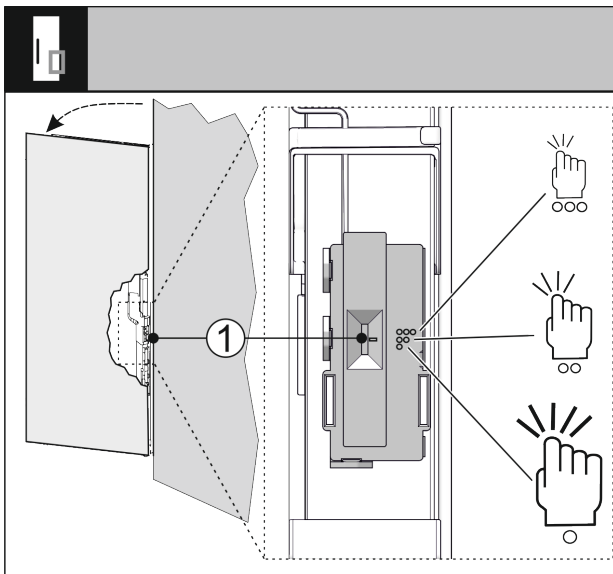

Fig. 71
Osjetljivost senzora kucanja možete namjestiti sklopkom Fig. 71 (1). Sklopka se nalazi na strani šarke na donjoj trećini vrata.
- ▶ Gurnite sklopku Fig. 71 (1) u željeni položaj sklopke.